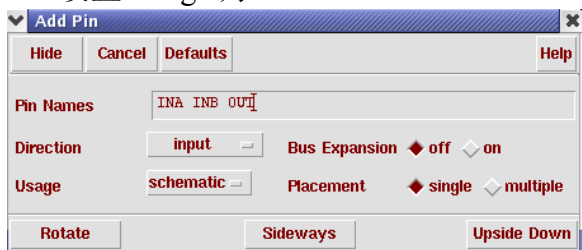

图 2.5 Add form 窗口
① 在左侧 Tool bar 图标栏中选择 pin icon 图标，出现 Add form 窗口如图 2.5 所示，在 Pin names 栏中输入如下（注意 Pin names 之间有空格）：